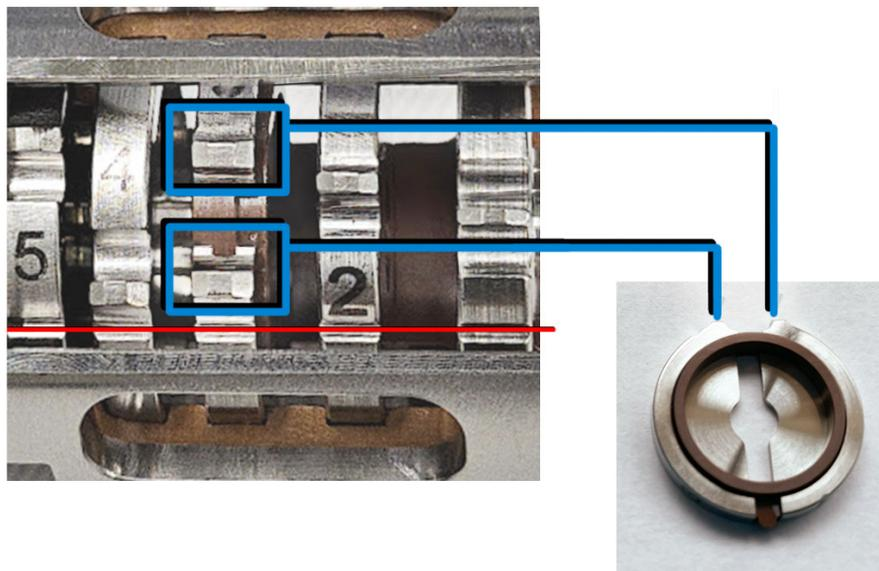

Figura 62. Tubo de lentes de El HES 2.0 montada
- 1 Monte las cinco lentes en el aislante de las lentes. (Consulte la Figura 62). El número de las lentes está grabado en la circunferencia externa de cada lente.
- a Coloque la lente de entrada (1), de forma alargada, en el surco del extremo del aislante de las lentes y gírela hasta que note que el asiento de bola encaja en el hueco circular de la parte trasera del aislante de las lentes.